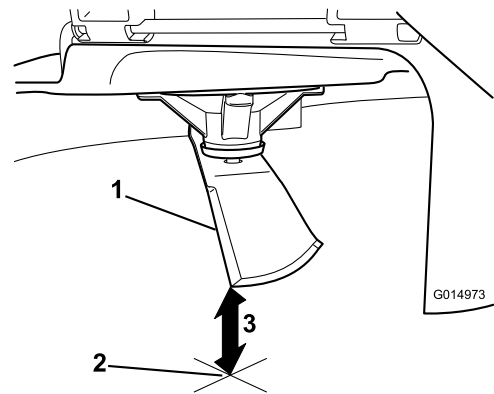

**Figura 49**
3. Mida desde la punta de la cuchilla hasta la superficie plana (Figura 49).